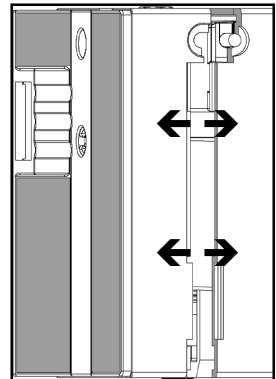

Bild 4
- Gehäusefront entlang der Stoßkante von der Rückwand abziehen, siehe Bild 4.